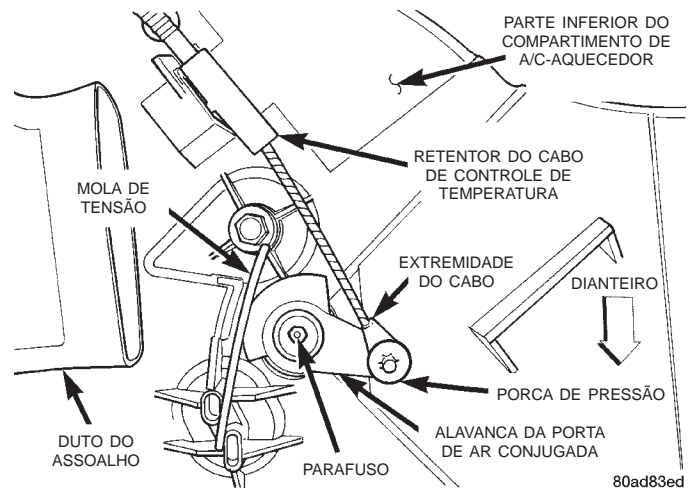

Fig. 43 Remoção/Instalação do Cabo de Controle de Temperatura
(1) Desconecte e isole o cabo negativo da bateria.
(2) Desconecte o retentor de sinal do compartimento do cabo de controle de temperatura e a extremidade do cabo da parte traseira do controle de A/C-aquecedor. Consulte "Controle de A/C-Aquecedor", neste grupo, para obter mais informações sobre os procedimentos.
(3) Localize o receptáculo do retentor de sinal do compartimento do cabo de controle de temperatura na parte inferior do compartimento de A/C-aquecedor, próximo ao lado do passageiro do túnel de transmissão do painel do assoalho (Fig. 43). Localize a janela de liberação da lingüeta do retentor no lado do receptáculo. Enquanto libera a lingüeta do retentor de sinal através da janela de liberação, utilize uma vareta de guarnição ou uma outra ferramenta larga conveniente com lâmina achatada para empurrar levemente o retentor do compartimento do cabo para fora do receptáculo.